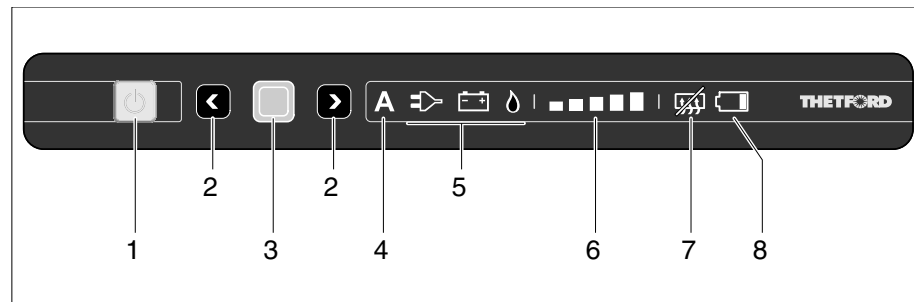

Fig. 343 Eléments de commande et d'affichage pour le réfrigérateur (Thetford sans SES)
- Appuyer sur la touche (Fig. 343,1).
- Enfoncer le bouton-poussoir (Fig. 343,1) et le maintenir enfoncé. Toutes les lampes s'éteignent.
Si le mode automatique est sélectionné, l'affichage de mode automatique (Fig. 343,4) et le meilleure source disponible (Fig. 343,5) s'allument au panneau de contrôle.
- Enfoncer la touche de confirmation (Fig. 343,3) et la maintenir enfoncée. Les symboles de modes de fonctionnement (Fig. 343,5) commencent à clignoter.
- Avec les touches de sélection (Fig. 343,2), sélectionner le régime au gaz et accepter la sélection avec la touche de confirmation (Fig. 343,3).
- Avec les touches de sélection (Fig. 343,2), sélectionner le régime 230 V et accepter la sélection avec la touche de confirmation (Fig. 343,3).
- Avec les touches de sélection (Fig. 343,2), sélectionner le régime 12 V et accepter la sélection avec la touche de confirmation (Fig. 343,3).
- Appuyer à nouveau sur la touche de confirmation (Fig. 343,3). L'affichage de niveau de refroidissement (Fig. 343,6) commence à clignoter.
- Avec les touches de sélection (Fig. 343,2), sélectionner le niveau de refroidissement désiré et accepter la sélection avec la touche de confirmation (Fig. 343,3).